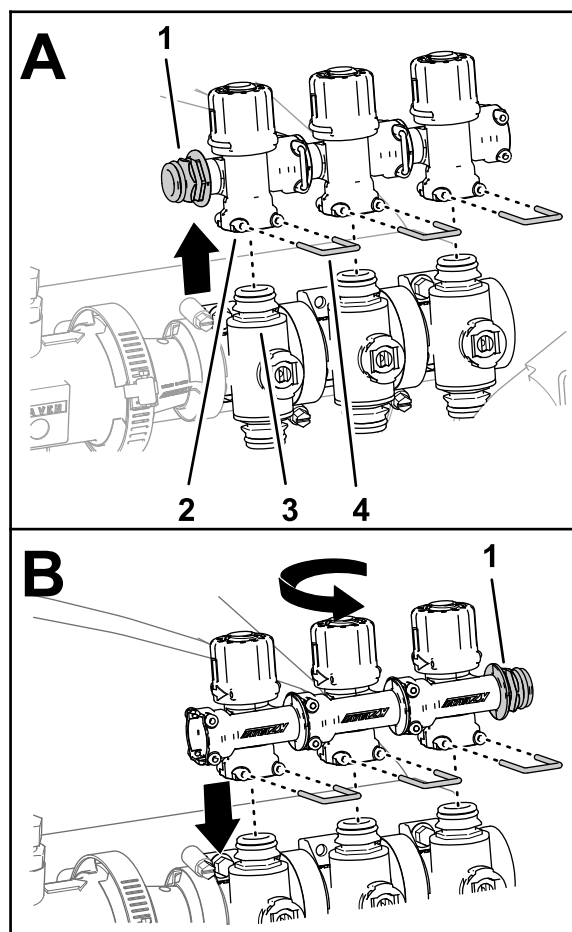

図 66
4. 左ブームバルブ、中央ブームバルブ、右ブームバルブにある全部で3つのバイパスバルブを固定しているリターナ3個を外す 図 66。
5. 各ブームバルブからバイパスバルブを一旦外し 図 66、
6. バイパスバルブを180°回転させてブームバルブのクイックディスコネクティングに組み付ける 図 66。
7. ステップ 4 図 66 で外したリターナ3個を使用して、バイパスバルブ3個をそれぞれのブームバルブに固定する。